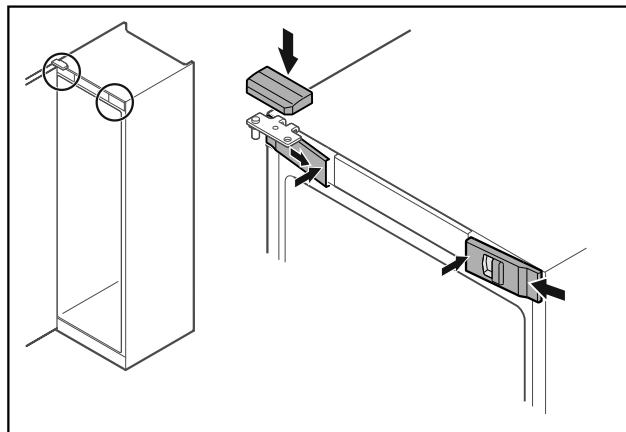

Fig. 49
- ▶ Bočno zakvačite prednje poklopce Fig. 49 (1) i uglavite ih iznutra.
- ▶ Uglavite gornji poklopac Fig. 49 (2) odozgo.